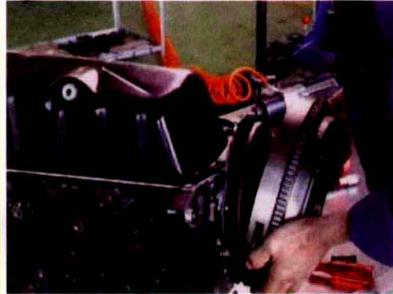

图1-18
④装上从动盘和飞轮，用20N·m的扭力拧紧紧固螺丝。如图1-18所示。